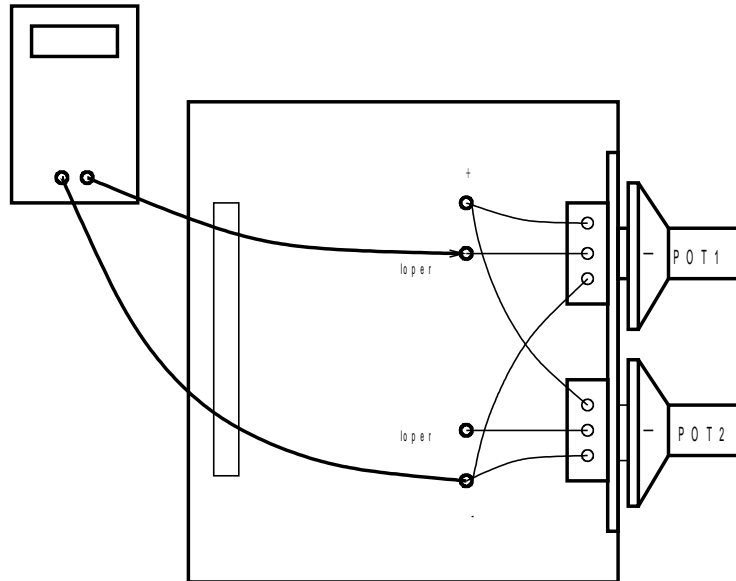

Fig.1
1) Sluit de potmeterprint (fig. 1) aan op 34 polige connector van de AT90CAN32 en sluit de voeding aan op de controller.